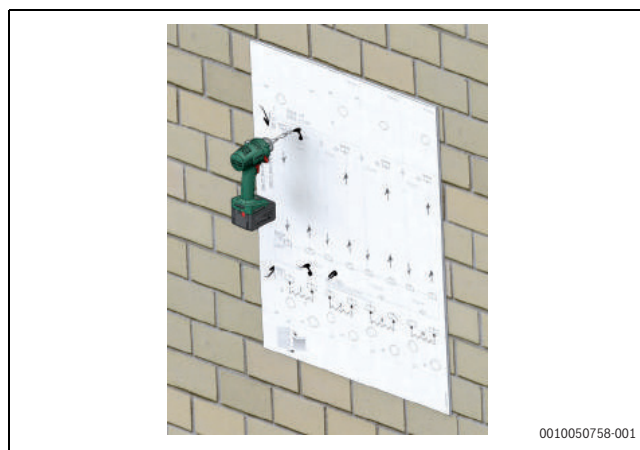

Fig. 403 Perfure a parede
3. Coloque o dispositivo anti-rotação na parede na posição em que instalará o módulo. Depois de ter fixado o dispositivo antirrotação, perfure a parede em correspondência com os orifícios certos (→ Fig. 403).